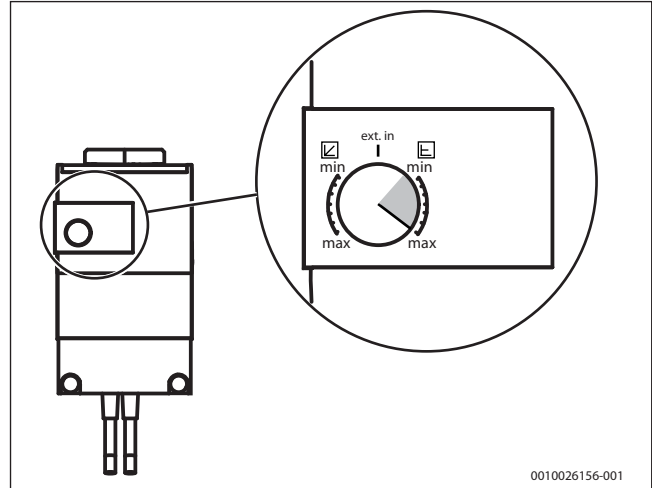

Bild 9 Einstellungen an der Solekreispumpe
- Die Solekreispumpe ist werkseitig auf den Wert **max** eingestellt (→ Bild 9). Um einen korrekten Delta-Wert zu erreichen, muss gegebenenfalls die Einstellung geändert werden (→ Installationsanleitung der Wärmepumpe).